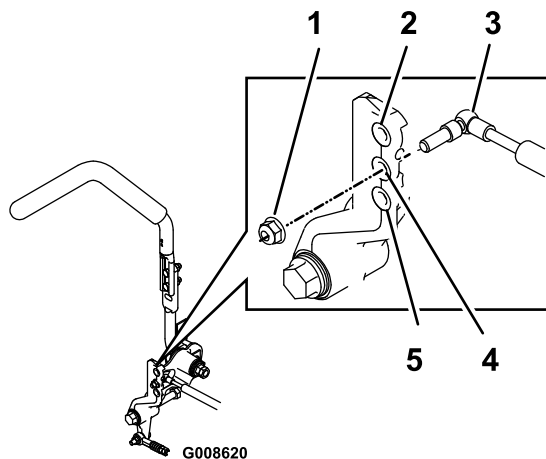

図 63
3. ロックナットを外して、ダンパ取り付けボルトを希望する位置に移動し、ロックナットを取り付ける。取り付け位置については 図 63 を参照。